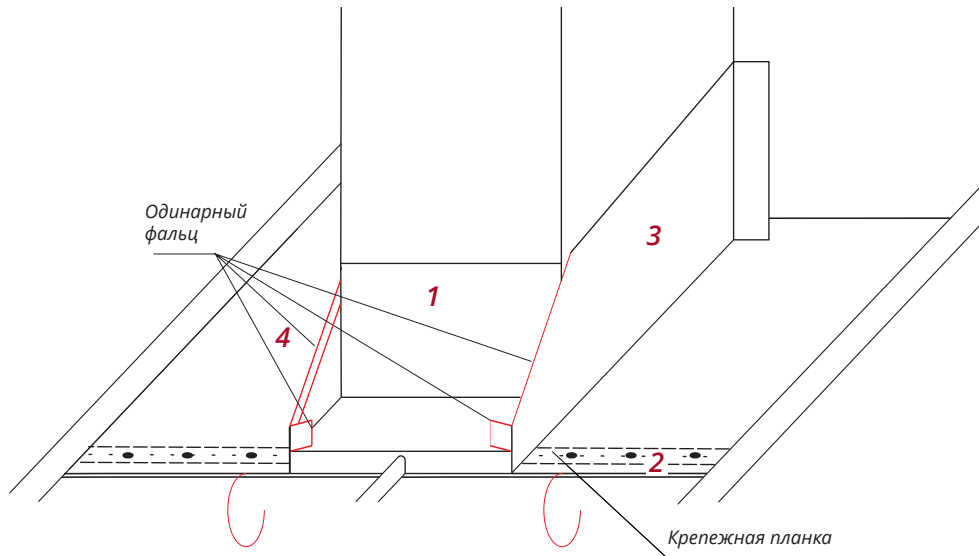

Рисунок 7
- Установите Панку примыкания к трубе нижнюю **1**, зацепив ее за крепежную планку **2**. Используйте кровельный герметик (Рис. 7).
- Установите подготовленную панель (Рис. 7).
- Соедините панель с Панкой примыкания к трубе нижней одинарным фальцем (Рис. 7).